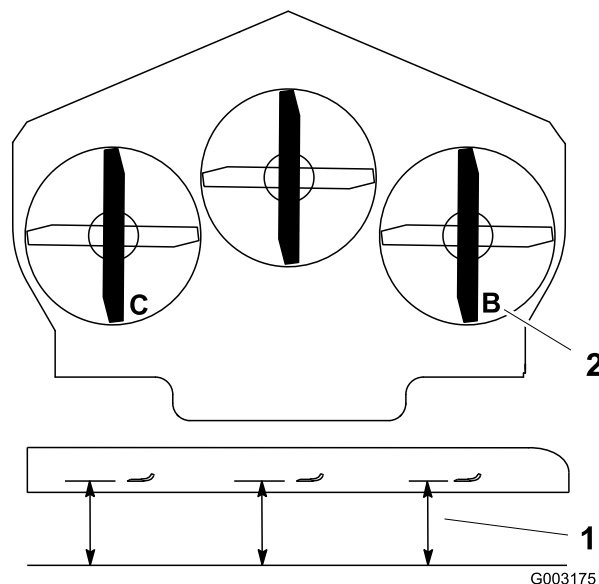

Figure 75
1. Tournez la lame droite dans le sens longitudinal (Figure 75).
2. Mesurez la distance au point **B** entre la surface plane et le tranchant de la pointe de la lame droite (Figure 75).
4. Tournez la lame gauche dans le sens longitudinal (Figure 75).
5. Mesurez la distance au point **C** entre la surface plane et le tranchant de la pointe de la lame gauche (Figure 75).